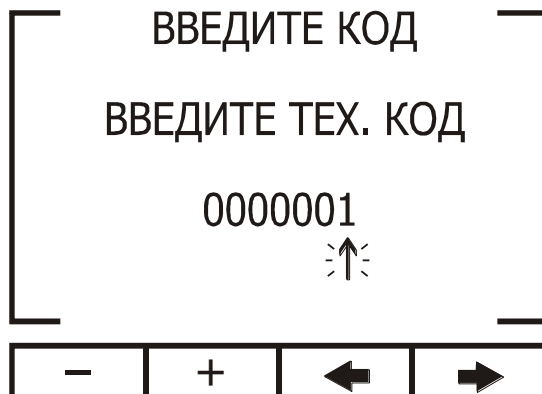

Рис. 9
2. Нажмите Enter. На дисплее появится экран ввода пароля (рис. 9).